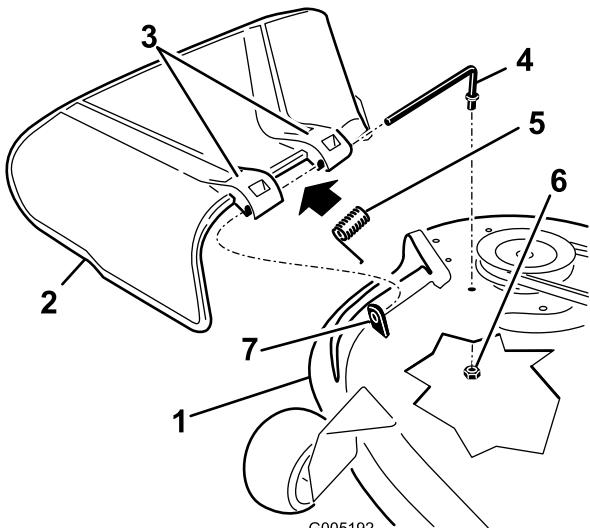

Figura 61
1. Localize os itens apresentados em Figura 61.
6. Coloque a mola na barra, com a cablagem da extremidade para baixo, e entre os suportes do deflector de relva. Faça a barra deslizar pelo segundo suporte do deflector de relva (Figura 61).
7. Insira a barra na parte da frente do deflector de relva na parte saliente curta na plataforma. Fixe a extremidade traseira da barra ao cortador com uma porca (3/8 polegadas) (Figura 61).
2. Remova a porta (3/8 polegadas) da barra debaixo do cortador (Figura 61).
3. Faça deslizar a barra para fora da parte saliente curta, da mola e do deflector de relva (Figura 61). Se o deflector de relva estiver danificado ou gasto, retire-o.
4. Substitua o deflector de relva (Figura 61).